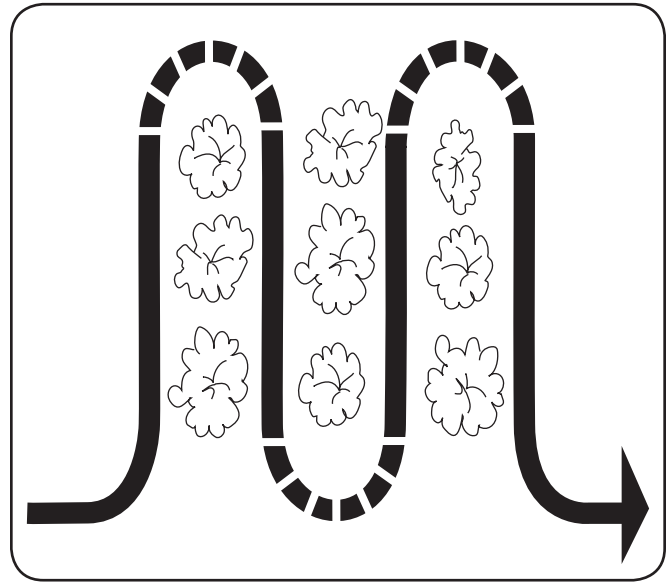

Figura 5-4
- Cuando labore la tierra (rompiendo la superficie de suelo alrededor de las plantas para destruir las malezas, vea la Figura 5-4), ajuste los dientes para cavar únicamente a una profundidad de 1 a 2 pulgadas. La labranza a poca profundidad ayuda a evitar que se lastimen las plantas cuyas raíces a menudo crecen cerca de la superficie. Si es necesario, levante las barras de control ligeramente para evitar que los dientes caven demasiado profundo. (La labranza regular no sólo elimina malezas, sino que además afloja y airea el suelo para mejor absorción de la humedad y crecimiento más rápido de las plantas). Si se riega la zona del jardín unos días antes de la labranza se facilitará esta tarea; también se contribuye permitiendo al suelo recién trabajado asentarse por uno o dos días antes de la pasada final, profunda, de la cultivadora.